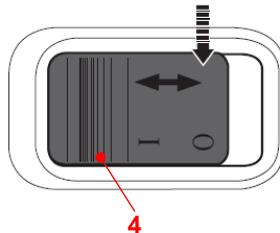

Fig. 17: Posição ligado
2. Para desligar o produto, pressione novamente a parte de trás do interruptor de ligar/desligar (4) de forma a que volte para trás para a posição de desligado.(Fig. 17).